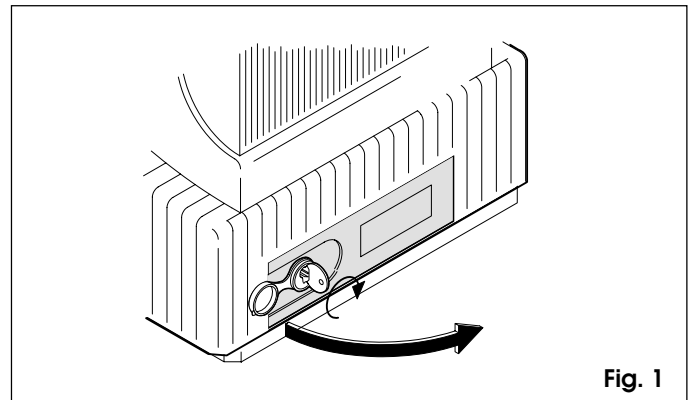

Fig. 1
- haal de beschermdop weg en steek de hiervoor bijgeleverde sleutel in het slot (fig. 1);
- draai de sleutel met de klok mee en maak het deurtje van het ontgrendelmechanisme open, zoals op fig. 1.